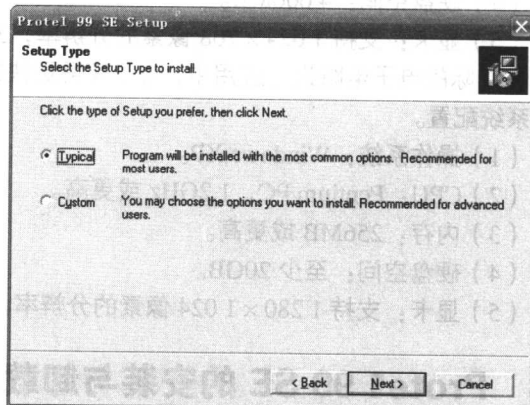

图 1-5 Protel 99 SE 的提示安装窗口
(5) 单击 **Next >** 按钮, 弹出如图 1-5 所示的提示安装对话框, 在该对话框中可以选择软件的安装方式, 这里选择“Typical”。